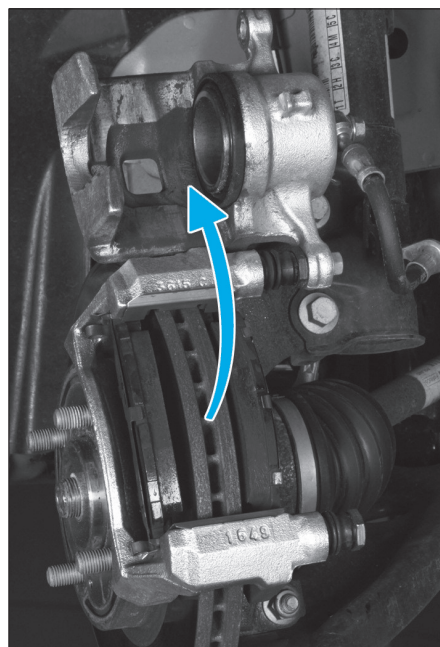

Fig. 3
- Pivoter l'étrier vers le haut et s'assurer de son immobilisation (Fig.3).